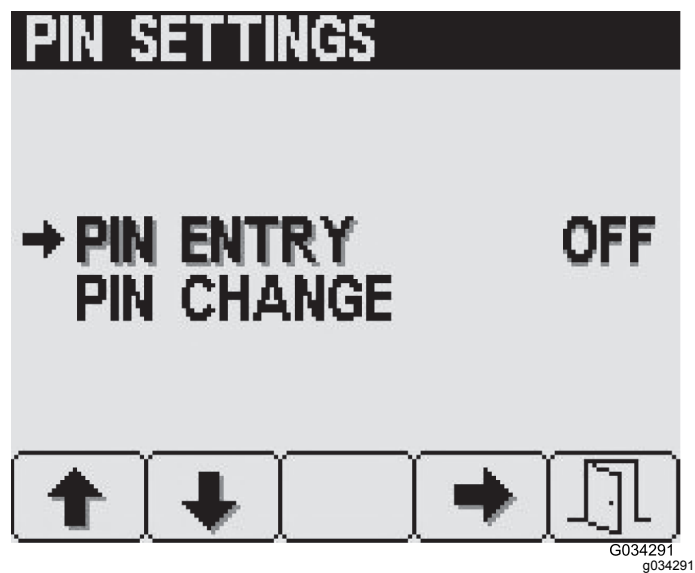

図 26
3. PIN 設定画面から、ボタン 4 を押して「ピンを入力」PIN Entryを選択し、PIN をON または OFF にする 図 26。